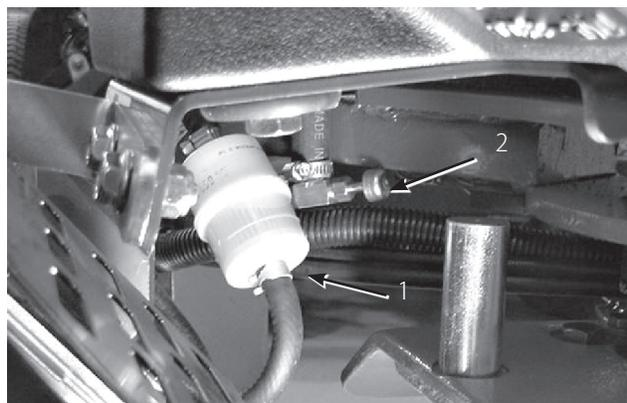

図 50
3. 燃料バルブ (図50) を閉じる。
4. 燃料ホースのクランプをしっかり握り込んでゆるめ、フィルタから外す (図50)。
6. 新しいフィルタを取り付け、クランプを掛けて固定する。(図50)。
8. 燃料バルブ (図50) を閉じる。
2. 燃料バルブ (図50) を閉じる。
3. フィルタを固定しているホース・クランプをゆるめ、クランプをフィルタからはずす (図50)。
4. フィルタから燃料ホースを抜き取る (図50)。燃料バルブを開き、排出される燃料を容器に受ける。
5. フィルタに燃料ホースをつなぎ、クランプで固定する。(図50)